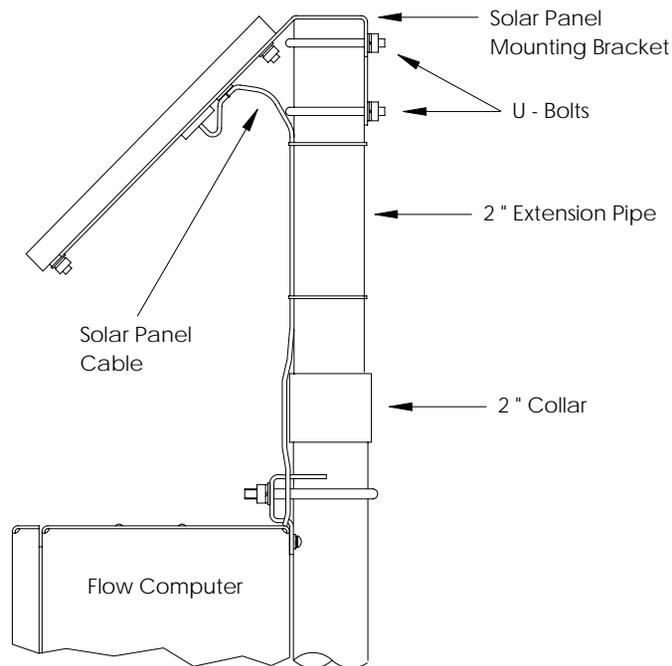

Рис. 4 (Установка панели солнечных батарей)
- Прикрепите трубную муфту диаметром 50,8 мм к верхнему концу установочной трубы устройства  $\mu$ FLO. Плотнo затяните соединение. (См. рис. 4).